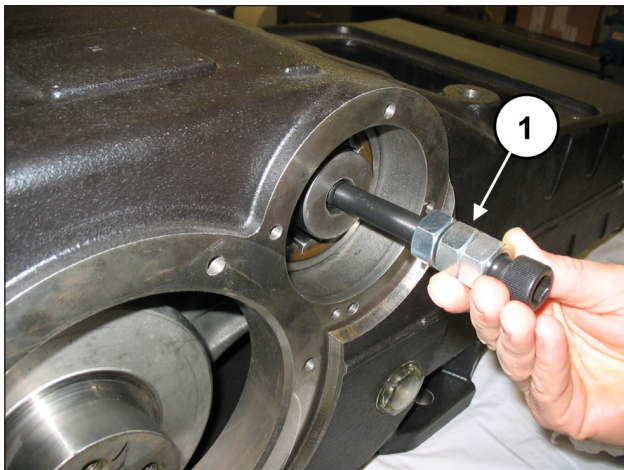

Abb. 56
Zum leichteren Einsetzen der Zapfwelle in das Lager können Sie eine Schraube M16 an das einzuführende Wellenende anbringen, um die Welle dadurch anzuheben (Pos. ①, Abb. 56).